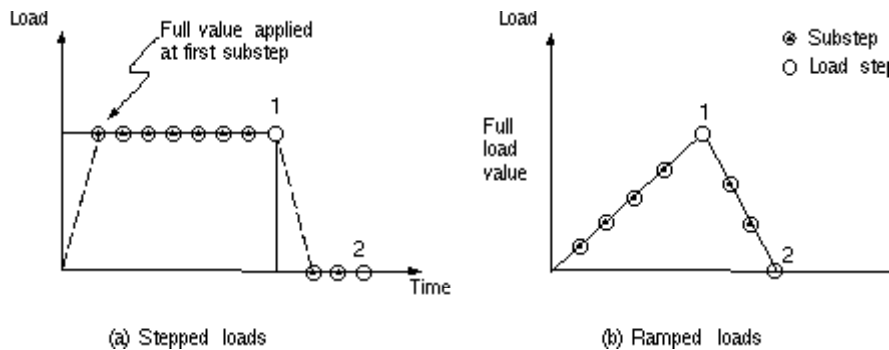

图 2-4 阶跃载荷与坡道载荷
- 如果载荷是阶跃的，那么，全部载荷施加于第一个载荷子步，且在载荷步的其余部分，载荷保持不变。如图 2-4(a)所示。
- 如果载荷是逐渐递增的，那么，在每个载荷子步，载荷值逐渐增加，且全部载荷出现在载荷步结束时。如图 2-4(b)所示。